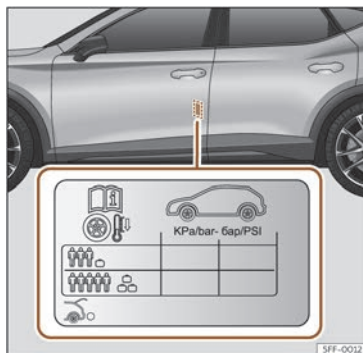

Fig. 221 Ubicació de l'adhesiu de la pressió d'inflament dels pneumàtics.
- Adapteu la pressió dels pneumàtics a la càrrega que porta el vehicle >>> **fig. 221.**
Els valors de la pressió d'inflament s'indiquen a l'etiqueta adhesiva situada a la zona posterior del marc de la porta davantera esquerra >>> **fig. 221.**
La pressió dels pneumàtics s'ha d'adaptar a la càrrega actual del vehicle. Si el vehicle anirà carregat al màxim, heu d'augmentar la pressió d'inflament al valor màxim de càrrega indicat a l'etiqueta adhesiva >>> **fig. 221.**
En el cas d'una roda d'emergència minimitzada (125/70 R16 o 125/70 R18), infleu-la a 4,2 bar de pressió segons s'indica a l'etiqueta de pressió dels pneumàtics >>> **fig. 221.**
- El conductor és responsable que tots els pneumàtics del vehicle estiguin inflats a la pressió correcta. La pressió d'inflament recomanada s'indica en un adhesiu >>> **fig. 221.**
- Amb els pneumàtics en fred, s'ha de mantenir sempre la pressió indicada a l'adhesiu >>> **fig. 221.**